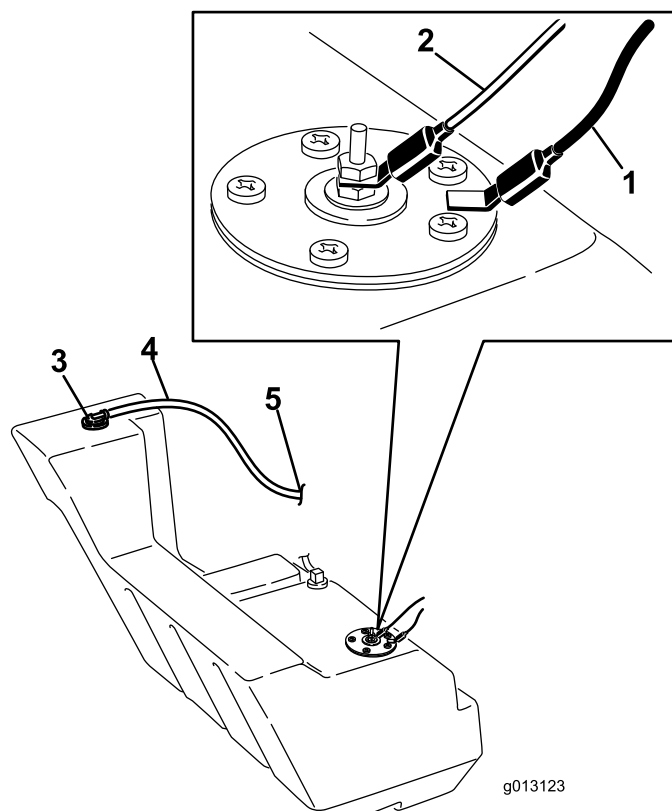

Figura 66
12. Scollegate i 2 fili che portano al lato destro del serbatoio (Figura 66).
21. Sulla parte destra del serbatoio, collegate il cavo arancione al polo centrale e il cavo nero al polo esterno (Figura 66).